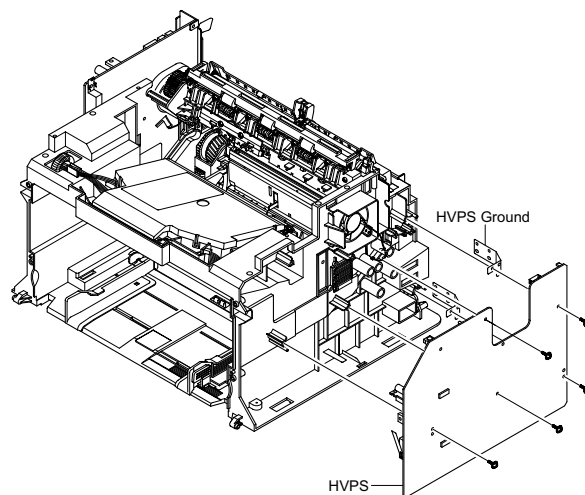

Рисунок 1
3. Выкрутите пять винтов, которые крепят HVPS, и снимите его вместе с заземлителем, рисунок 1.